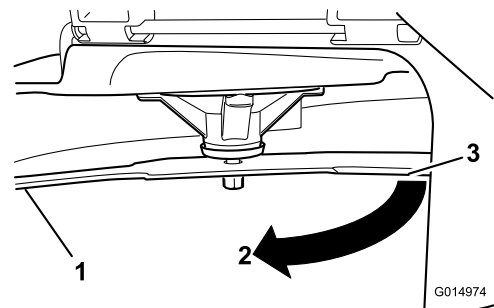

Bild 55
4. Drehen Sie dasselbe Messer um 180 Grad, sodass die andere Schnittkante jetzt in derselben Stellung ist (Bild 55).